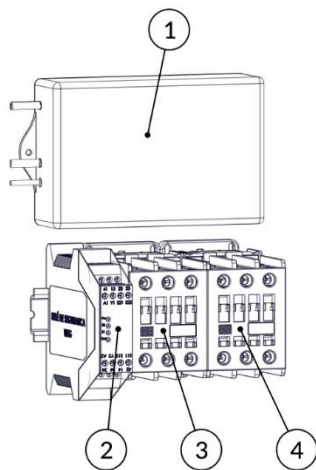
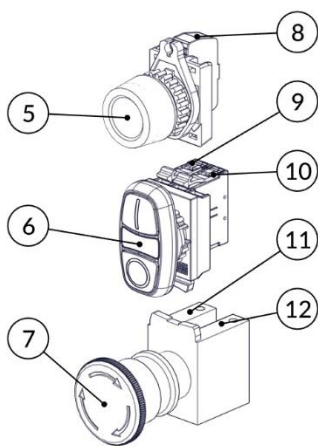

FIG. 22
FIG. 23
- c) Inspeccione todo o conjunto de comando (fonte chaveada (FIG. 22), relé de segurança (FIG. 22), contatores (FIG. 22), chaves de acionamento (FIG. 23) e chicote elétrico) e verifique se há contaminação destes componentes por agentes externos agressivos ao sistema, tipo: sabão, água, insetos, etc. Verifique também a integridade dos cabos elétricos e seus terminais elétricos. Caso haja contaminação do sistema, deve-se proceder a troca do componente degradado.